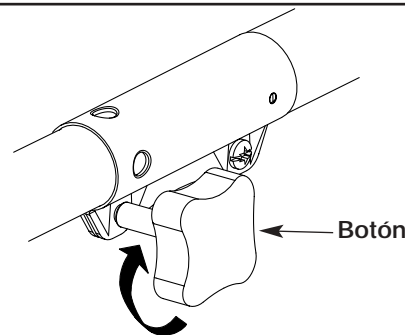

Fig. 7
4. Apriete el botón girándolo hacia la derecha (Fig. 7).